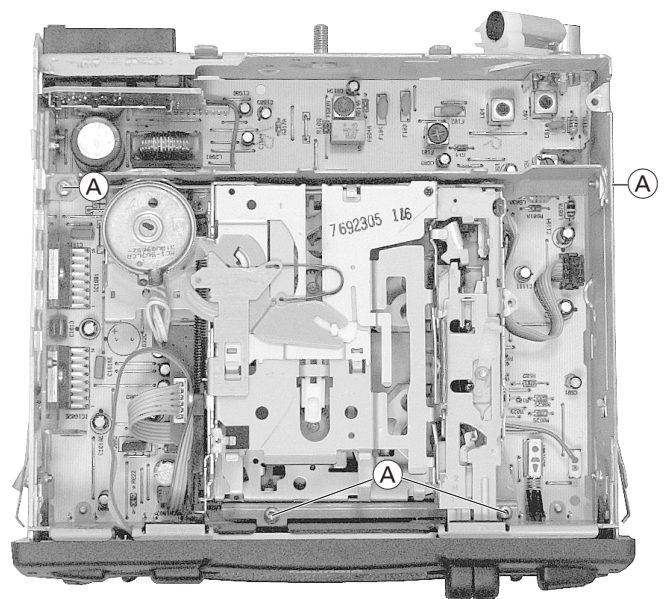

Fig. 2
- 4 Schrauben (A) herausdrehen (Fig. 2).
- Undo 4 screws (A) (Fig. 2).